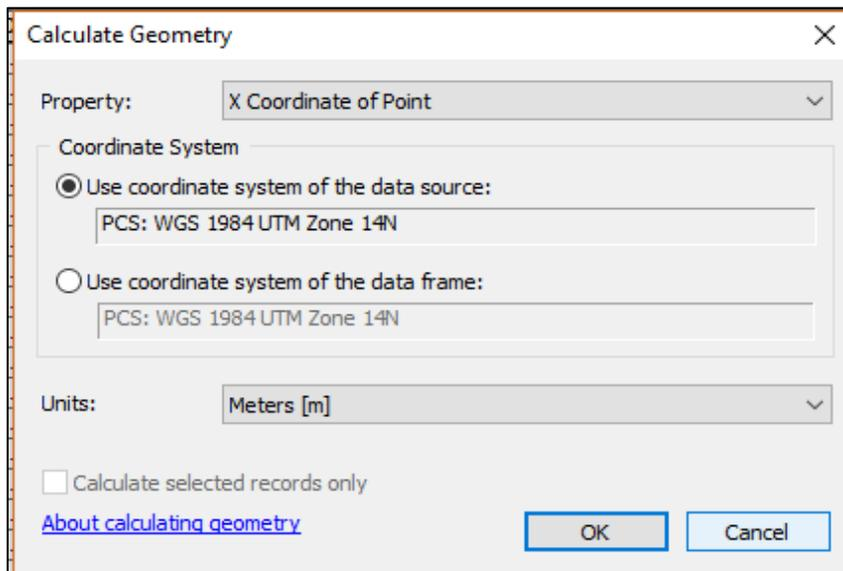

Figura 14. Ejemplo 1 de la Herramienta para Calcular la Geometría
- 2.4.3 Para las columnas [LATITUDE], [LONGITUDE], [X_COORD], y [Y_Coord], utilizar [Calculate Geometry] (Figura 14).